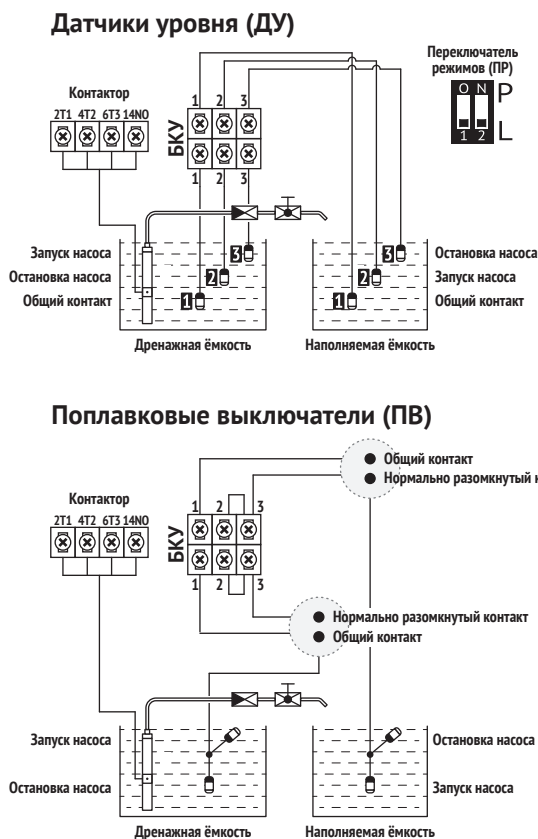

Рис. 6
- Подключите ДУ или ПВ к контактам БКУ, установите их в наполняемой и дренажной ёмкостях согласно схемам на рис. 6 (ПВ и дополнительные ДУ не входят в комплект поставки и приобретаются отдельно).
- Установите рычажки ПР в положение, показанное на рис. 6.
- Подключите ДУ или ПВ (в комплект не входят) к нижнему ряду БКУ и установите их в дренажной ёмкости согласно схемам на рис. 6.